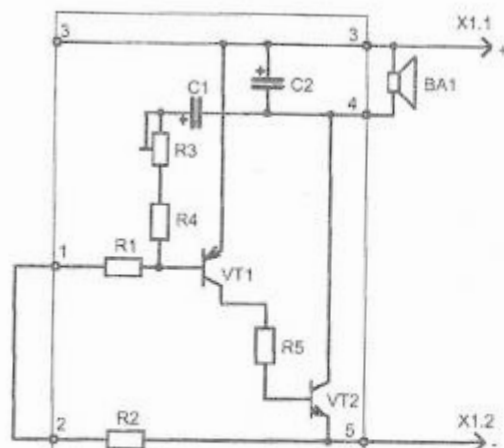

Рис.1 Схема электрическая принципиальная
Сирена выполнена на основе универсальной схемы несимметричного мультивибратора (VT1, VT2). Рабочая частота мультивибратора определяется номиналами резисторов и конденсаторов (R1, R2, и C1). Резисторы R3, R4 и конденсатор C2 определяют тембр звучания сирены. Принципиальная электрическая схема показана на рис.1. В табл.1 приведен перечень элементов.
- соедините устройство с динамической головкой BA1 (конт. 3, 4 рис.1), мощностью не менее 0,5 Вт и номинальным сопротивлением не менее 8 Ом;